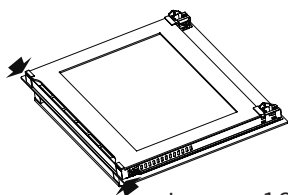
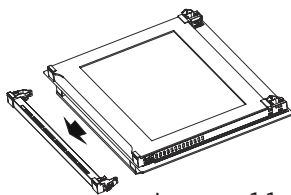
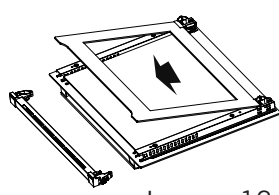

Imagen 10
Imagen 11
Imagen 12
1. Presione los pestillos de plástico en los lados izquierdo y derecho como se muestra en la imagen 10 y levante el perfil tirando de él hacia usted como se muestra en la imagen 11. El cristal quedará libre después de que se retire el perfil, como se muestra en la imagen 12. Tire con cuidado del cristal liberado hacia usted. Si es necesario, el cristal central también puede ser retirado de la misma manera. El cristal exterior está fijado al perfil de la puerta del horno. Puede limpiar fácilmente los cristales después de que éstos hayan sido separados. Una vez que se haya completado la limpieza y el mantenimiento, puede reemplazar los cristales y el perfil siguiendo el procedimiento anterior en la forma inversa. Asegúrese de que el cristal se coloca en la posición correcta y que el perfil quede bien colocado.